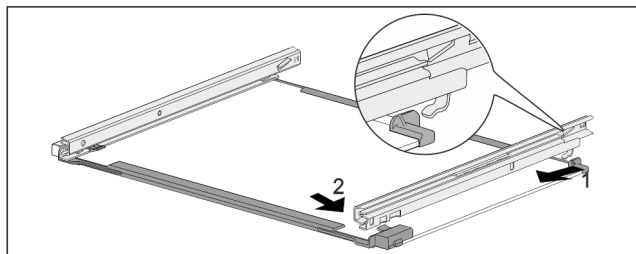

Fig. 72 Ripiano in vetro con guide
- ▶ Agganciare la guida sul lato posteriore. Fig. 72 (1)
- ▶ Innestare la guida sul lato anteriore. Fig. 72 (2)